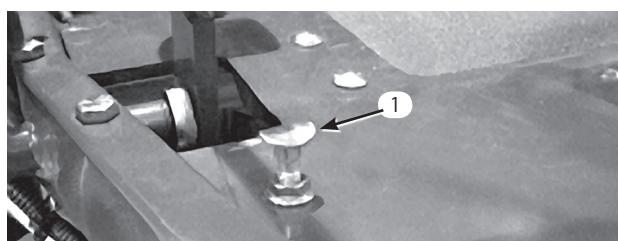

図52
モードレバーを「移動走行」位置にセットし、ペダルを一杯に踏み込めば最高速度となります。ケーブルに張力が掛かる前にペダルがストップ(図52)に当たる場合には調整が必要です。
1. モードレバーを「移動走行」位置にセットし、ペダルストップを固定しているロックナットをゆるめる(図52)。